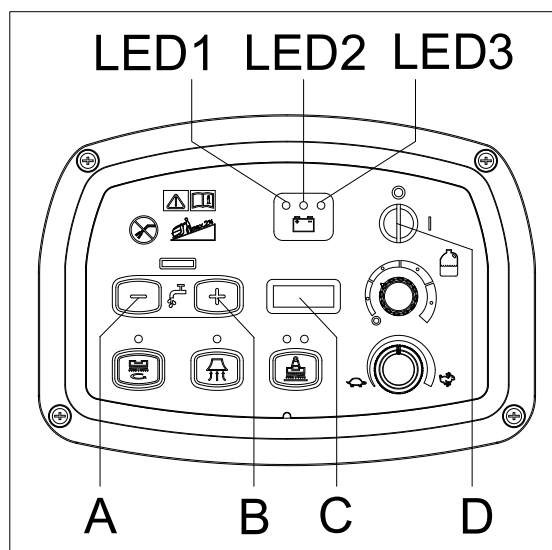

Figure 4
- Appuyez, en même temps, sur les deux boutons (A, Figure 4) et (B), Introduire la clé de contact (D) et mettez en position de marche, après 0,5 seconde, passez en mode de réglage de la batterie. Affichage LED pendant le réglage (C), Relâchez les boutons.
- On peut changer de mode de 0 à 5 en appuyant sur le bouton (B), ou passer de 5 à 0 en appuyant sur le bouton (A) Une fois le réglage du mode batterie terminé, éteindre l'alimentation (D) et le nouveau réglage du mode batterie peut être sauvegardé automatiquement.